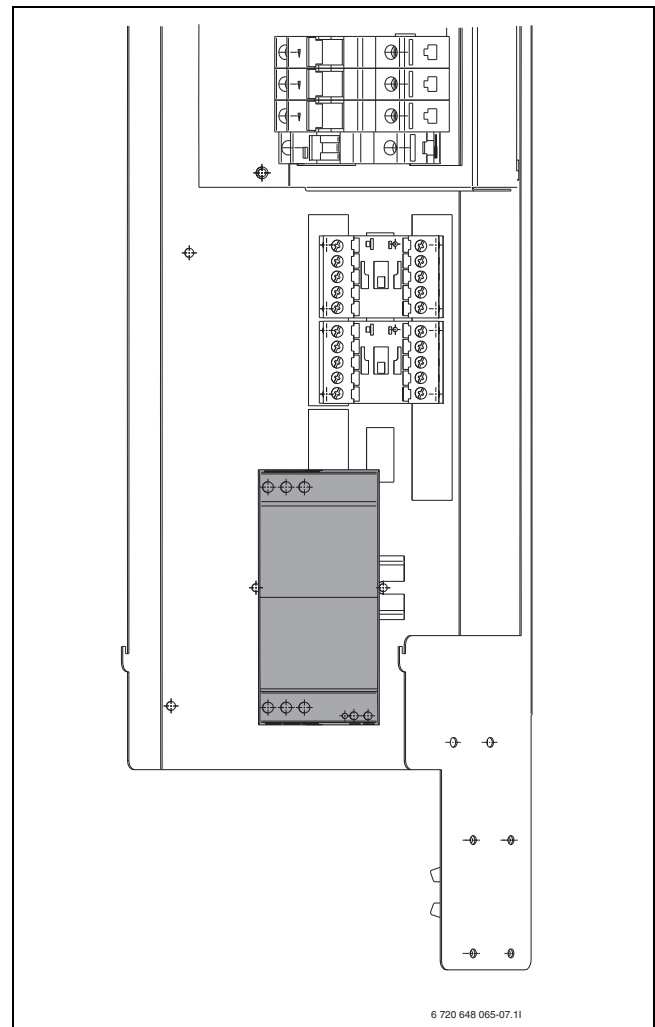

Рис. 32 Устройство плавного пуска установлено
2. Снимите пускатель и смонтируйте устройство плавного пуска (УПП) (→ Рис. 32). Подключите к УПП кабели, которые раньше были подключены к пускателю.